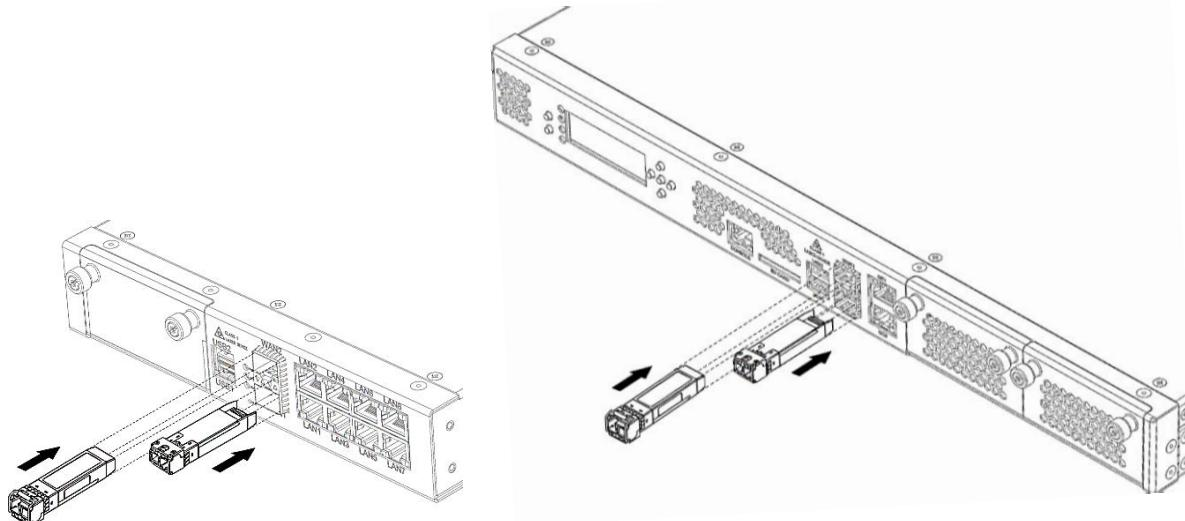

Рисунок 59 – Установка SFP-трансиверов в слоты изделия
1. Установка SFP-трансиверов в верхний встроенный слот изделия КРПГ.465614.001-04, КРПГ.465614.001-05 и КРПГ.465614.001-18 – КРПГ.465614.001-25, КРПГ.465614.001-33 осуществляется защелкой (этикеткой) вверх, а в нижний слот защелкой вниз (рисунок 59).